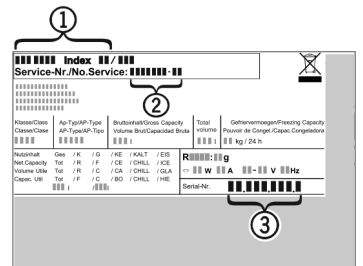

Fig. 13
- ▶ A készülék megnevezését Fig. 13 (1), a szerviz- Fig. 13 (2) és sorozatszámot Fig. 13 (3) a típustábláról olvassa le. A típustábla a készülék belsejében baloldalon található.
- ▶ Értse a vevőszolgálatot a hibáról, és adja meg nekik a készülék megnevezését Fig. 13 (1), a szerviz- Fig. 13 (2) és a sorozatszámot Fig. 13 (3).